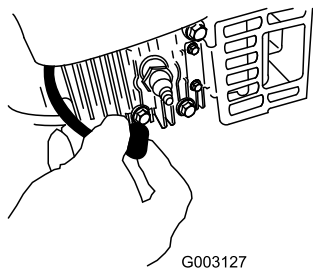

Figure 31
2. Débranchez le fil de la bougie (Figure 31) avant de procéder à un quelconque entretien.